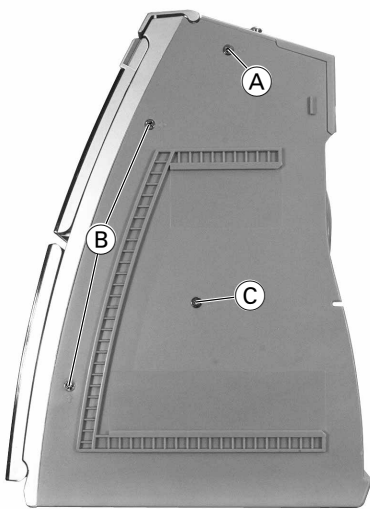

Fig. 1
- 4 Schrauben (B) (Fig. 1,3) herausdrehen.
- 6 Schrauben (C) (Fig. 1,2,5) herausdrehen.
- Undo 4 screws (B) (Fig.1,3).
- Undo 6 screws (C) (Fig. 1,2,5).